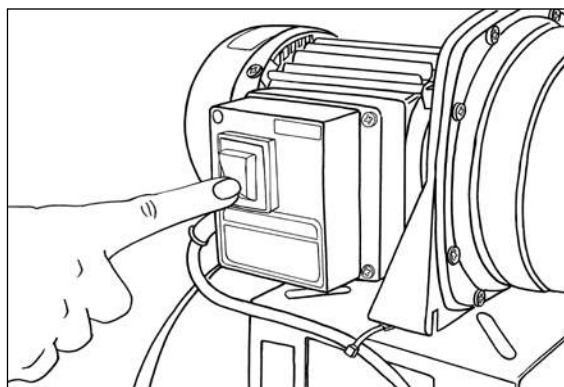

Рис.7 Включение станции
7. Включить станцию при закрытом кране (рис.7), пуска двигателя не произойдет. После включения кнопки, на реле переводим рычаг в положение START (удерживая) на 30-60 секунд, двигатель включится, и начнет нагнетать давление в систему. Открываем кран для выпуска воздуха и доливаем во всасывающую магистраль воду. В зависимости от длины всасывающей магистрали данный алгоритм нужно будет повторить несколько раз. Эту операцию нужно производить при первом пуске станции, а также при срабатывании защиты от сухого хода.